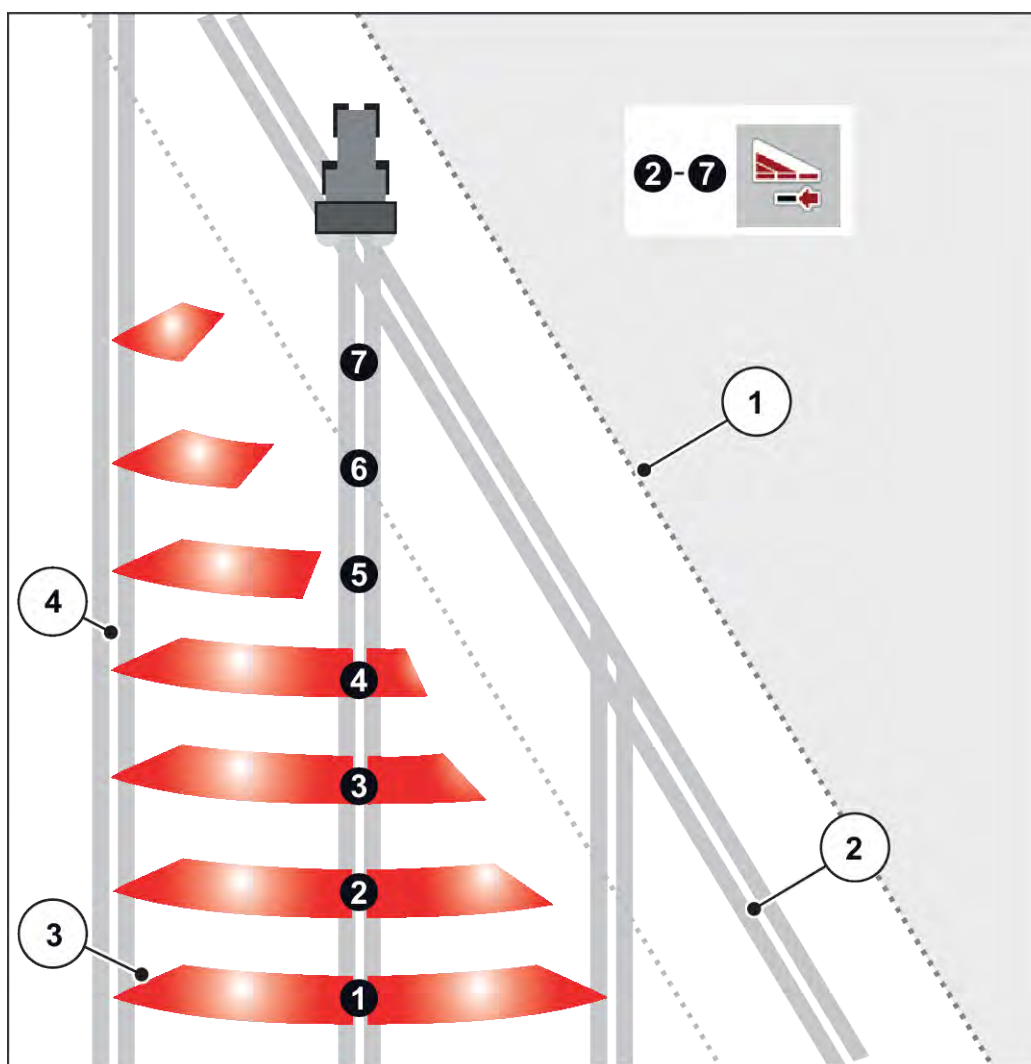

Fig. 41: Automatisk seksjonskontroll
- Delbreddekoblingen kan gjøres utenfra og inn eller innenfra og ut. Se Fig. 41 Automatisk seksjonskontroll.